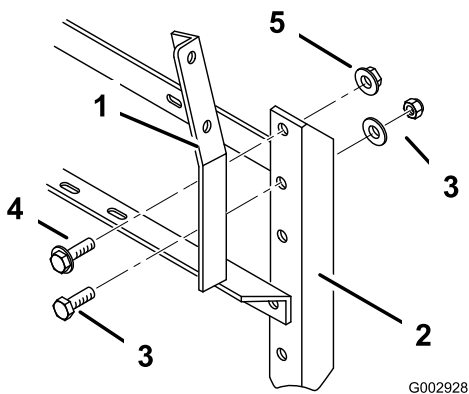

Figura 9
- Em máquinas com número de série 260000001 e superiores; ou em quaisquer máquinas com rampas cobertas ou desprovidas de rampas, instale o suporte de apoio da caixa de controlo na estrutura da rampa traseira direita (Figura 9) utilizando o equipamento existente, um perno com cabeça de flange (1/2 x 1/2 polegada) e uma porca flangeada (1/2 polegada).